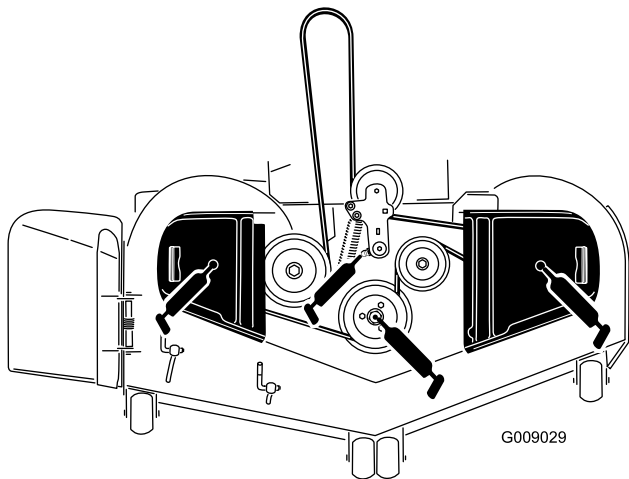

Figura 42
3. Engrase el pivote de la polea tensora de la carcasa del cortacésped hasta que salga grasa por el extremo inferior (Figura 42).
4. Engrase los tres cojinetes de los ejes hasta que rezume grasa de las juntas inferiores (Figura 42).
5. Engrase el brazo tensor de la correa de transmisión (Figura 42).